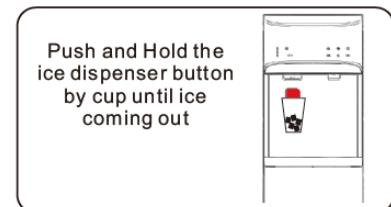

Fig 10
2. Utilice el vaso de agua para pulsar el botón dispensador de hielo y manténgalo pulsado hasta que el hielo salga por la boquilla: Despues de soltar el botón, el dispensador de hielo se detendrá (**Fig 10**)